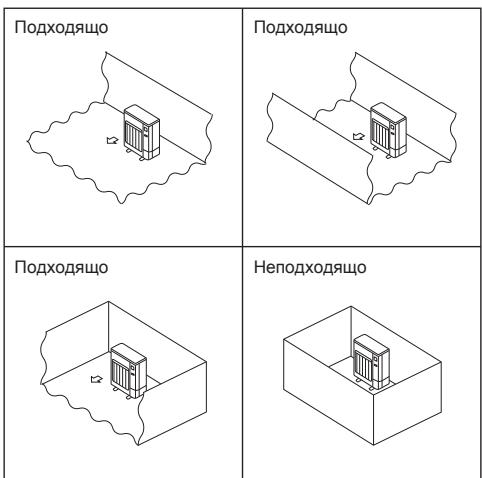

Fig. 2-2
- Монтирайте външните тела на място, където поне една от четирите страни е отворена, и на достатъчно голямо пространство без понижено атмосферно налягане. (Fig. 2-2)